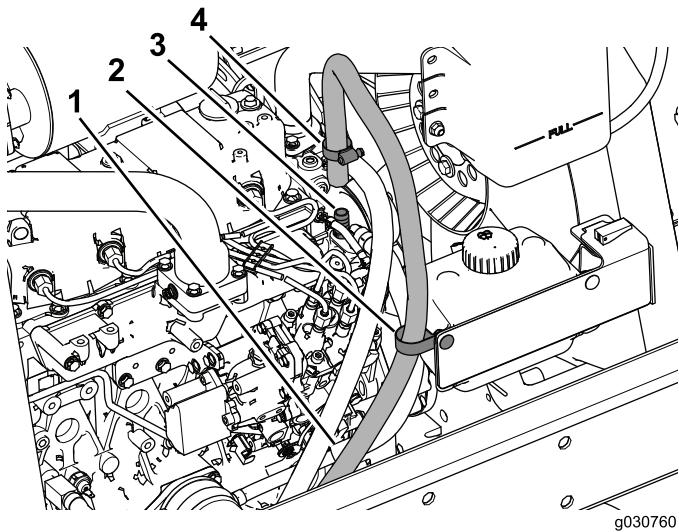

图40
- 将软管夹滑动到回流软管上，然后将软管插入接头 (3/8 NPT x 0.625 倒钩)，如图40所示。